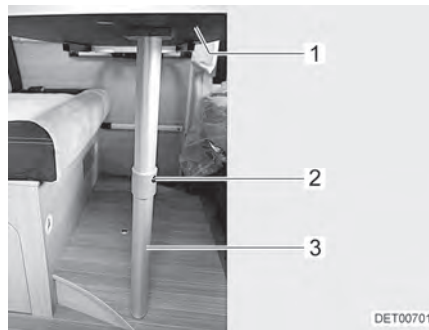

Fig. 60 Base de cama
- Levantar ligeramente por delante el tablero de la mesa (Fig. 60,1).
- Presionar el botón de desbloqueo (Fig. 60,2) y abatir 90° la parte inferior de la pata de apoyo articulada (Fig. 60,3).